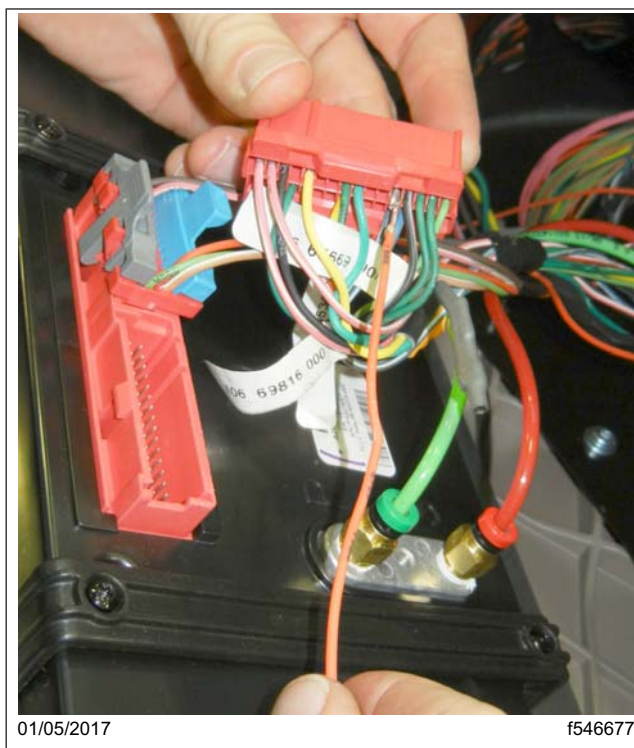

Fig. 17, Insertion du fil dans la cavité D12 du connecteur 2A de l'ICU
24. Insérez l'extrémité de la borne metri-pack 100 du faisceau de câblage simple A06-82360-000 dans la cavité D12 du connecteur 2A de l'ICU. Reportez-vous à la figure 17.